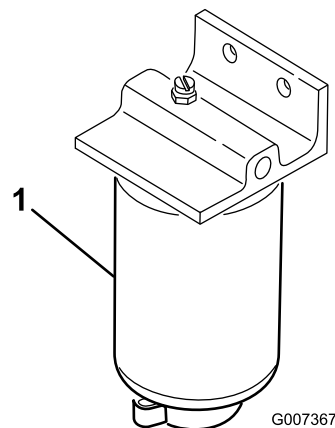

Figure 78
1. Placez un bac de vidange propre sous le filtre à carburant (Figure 78).